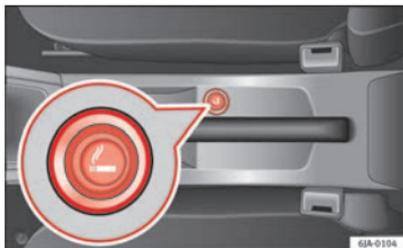

Fig. 85 Consola central:
⇒ Fig. 85.
- Pressione o isqueiro ⇒ Fig. 85.